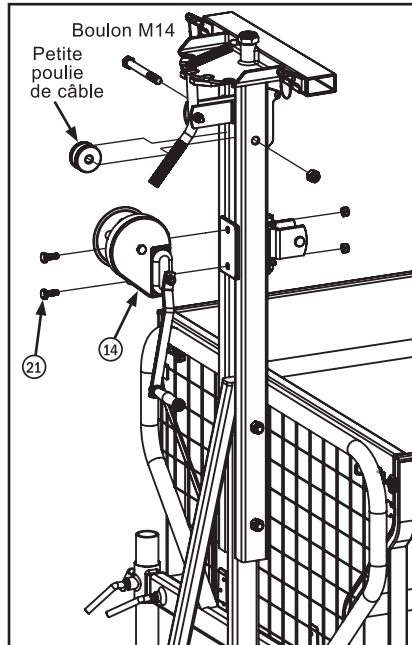
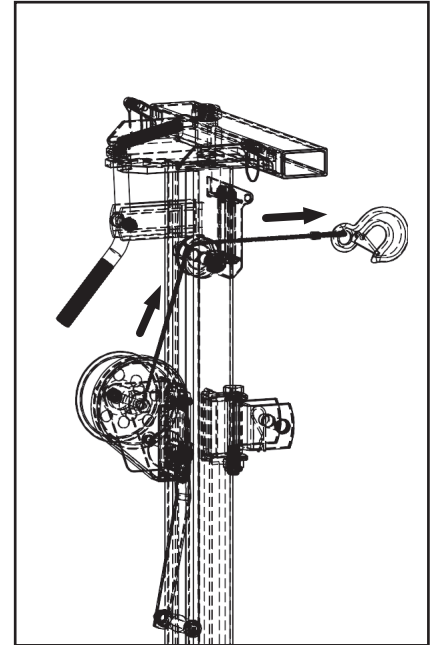

Fig. 21
Fig. 22
Étape 19 : Installez le treuil avec le câble. Utilisez les deux boulons et écrous M8x20 (21) et installez le treuil avec le câble (14) comme indiqué sur la fig. 21. Retirez le boulon et l'écrou M14 qui maintiennent la petite poulie de câble en place. Tirez le câble du treuil à travers les deux tubes verticaux et faites-le passer entre les rouleaux du câble, puis réinstallez la petite poulie de câble sous le câble (fig. 22).